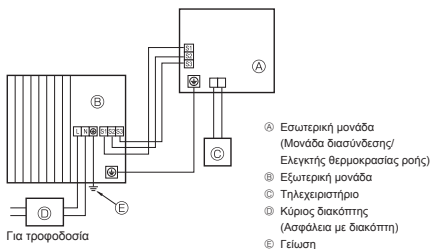
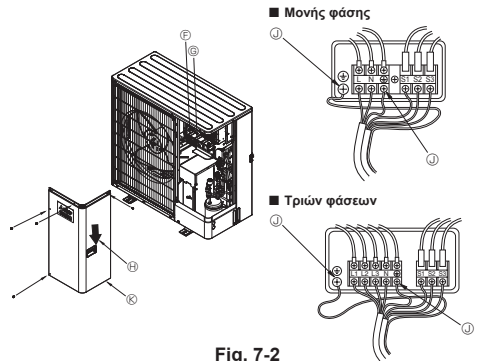

Fig. 7-1
Fig. 7-2
7.1. Εξωτερική μονάδα (Fig. 7-1, Fig. 7-2)
- 2 Συνδέστε τα καλώδια του αναφέρονται στην Fig. 7-1 και στην Fig. 7-2.